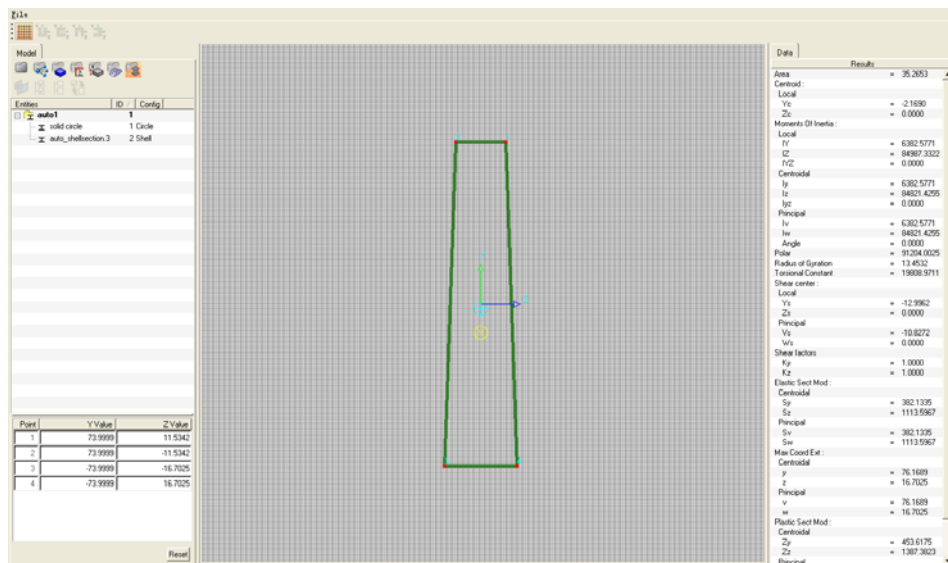

图 6-33 壳单元截面
- 8) 在图形区域，按住鼠标左键将指针移动到中面的线条上，如图 6-33 所示。